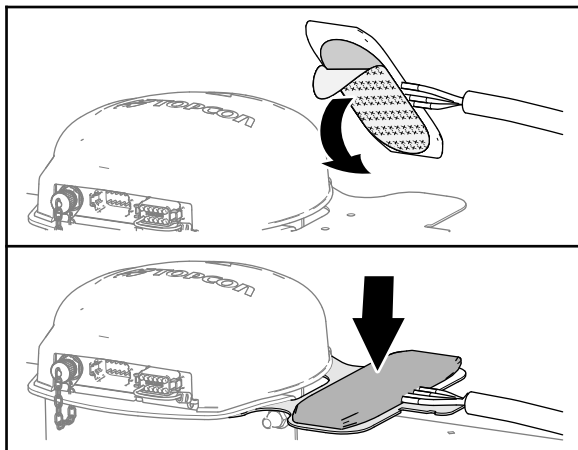

Рисунок 126
2. Снимите защитную пленку с двусторонней облицовки с клеящим покрытием в нижней части антенны модема (Рисунок 126).
3. Прикрепите антенну модема к верхней части ее кронштейна, как показано на Рисунок 126.